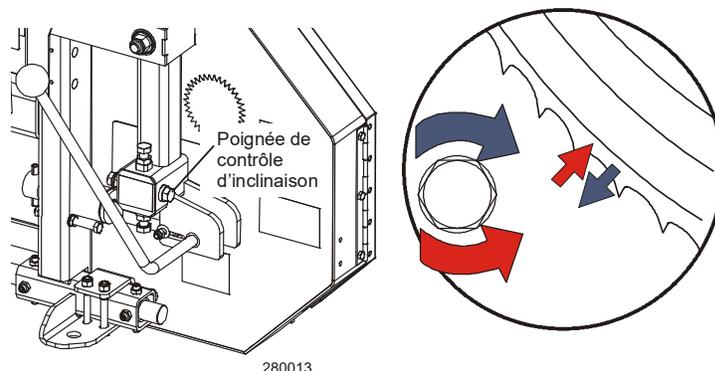

FIG. 3-9
7. Utilisez le contrôle d'inclinaison pour régler l'endroit où la lame passe sur les volants de lame. **Voir Fig. 3-9.**